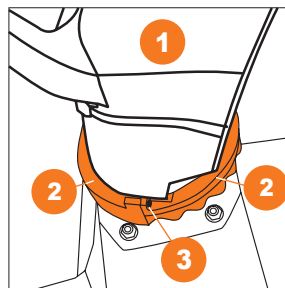

Рис. 23
- Установите желоб **1** на отверстие выброса снега корпуса снегоуборщика. Установите пружинную пластину, зафиксируйте её и желоб двумя пластиковыми зажимами **2** до щелчка, скрепите их саморезами **3** (Рис. 23).